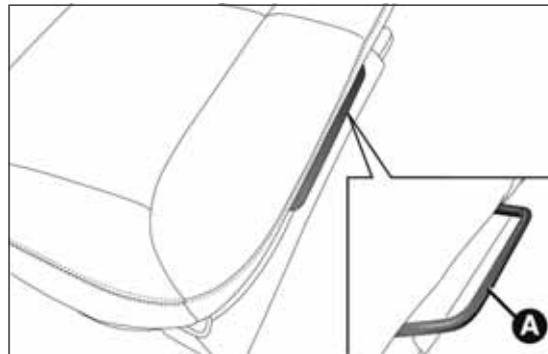

fig. 87
- actuando en la palanca A fig. 87 ajustar el asiento en la posición deseada;
- actuando en la palanca A fig. 87 regular el asiento en la posición "completamente hacia adelante" para obtener la ampliación máxima del maletero (de manera compatible con la posición deseada para los asientos delanteros);